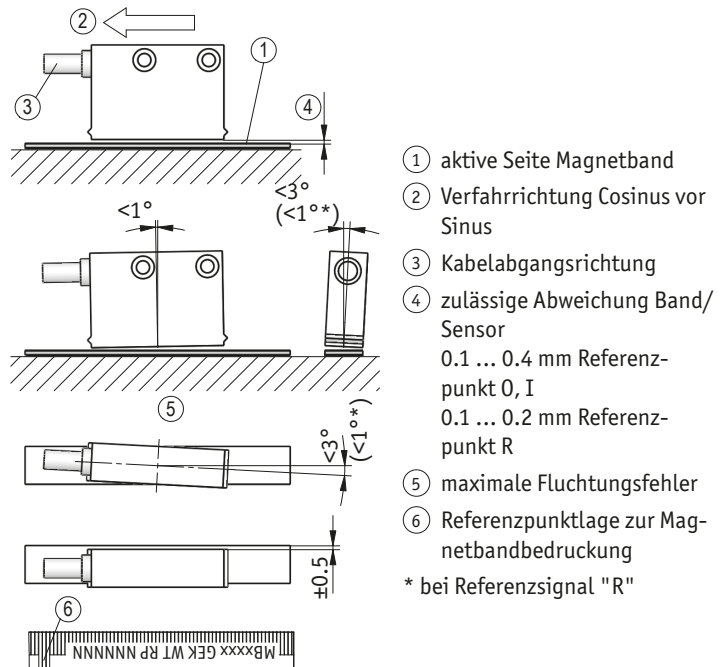

Abb. 6: Definition der Zählrichtung mit Magnetband und Montage Sensor/Magnetband, Abstandsmaße, Toleranzen
- ▶ Auf richtige Ausrichtung des Magnetsensors achten, damit die optimale Abtastung gewährleistet ist (siehe **Abb. 6**).